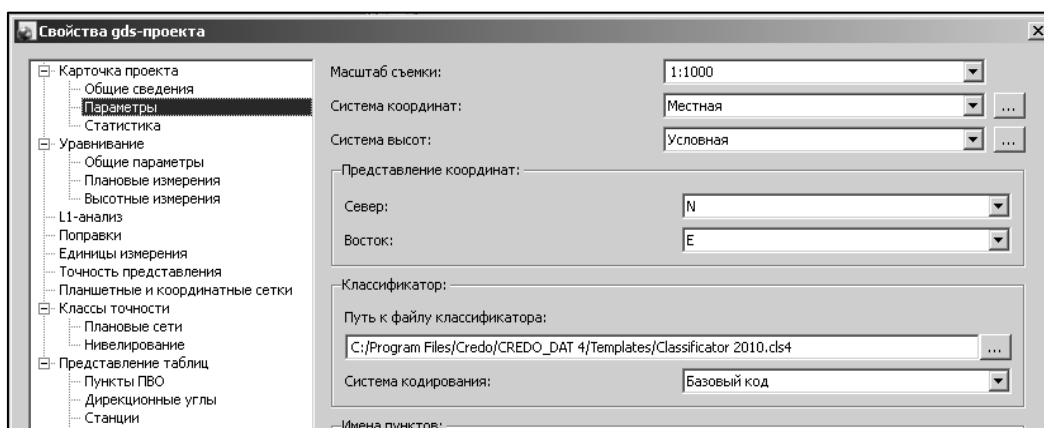

Рис. 1.3
Узел **Карточка проекта** (рис. 1.3) включает в себя следующие разделы:
Выполняется настройка Представление координат: **Север/Восток** (для системы координат типа **Transverse Mercator**). Указывается путь к файлу классификатора и используемая система кодирования (рис. 1.3).
2. В узле **Карточка проекта** в разделе **Параметры** введите данные проекта согласно рис. 1.3